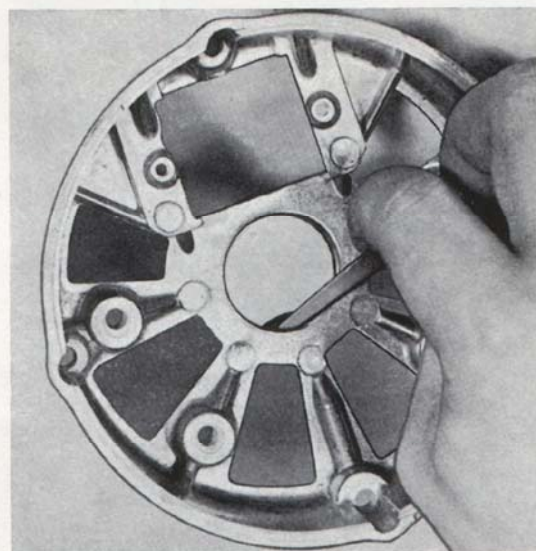

Bild 3-17. Demontering av O-ring
1. Ta bort O-ringen med ett stålband med avrundade kanter (t.ex. bladmått), bild 3-17.